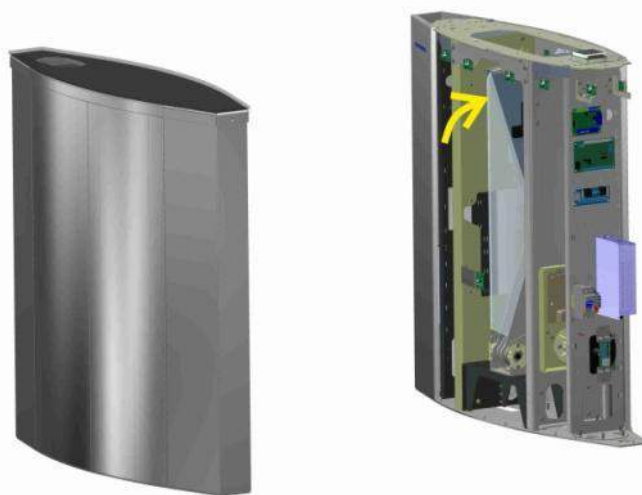
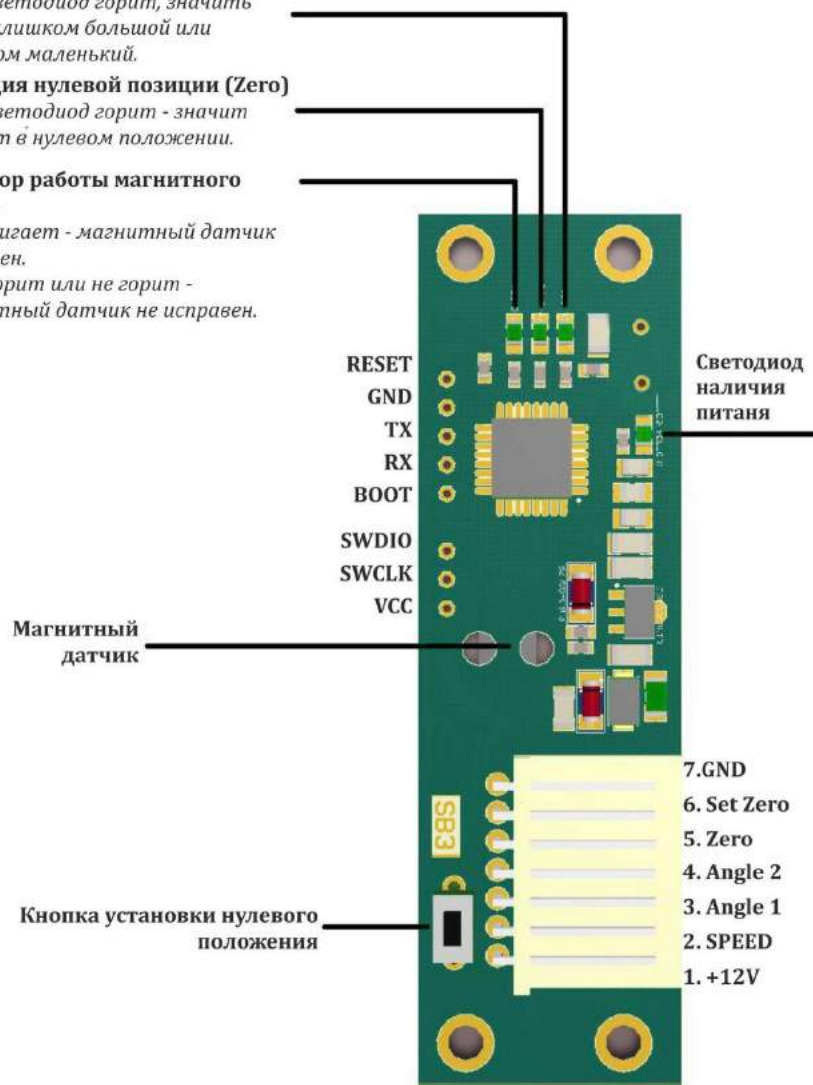

Рис. 19 – Телескопическая створка турникета в нулевом положении (проход открыт)
Рис. 20 – Плата магнитного датчика РСВ 730.01
- 3) Установить створку в нужное нулевое положение (Рис.19 и Рис.20);